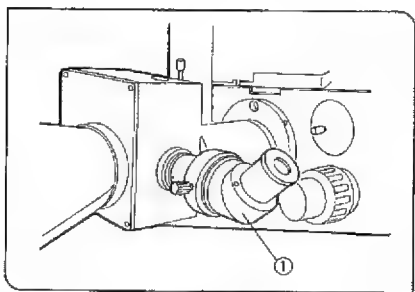

図 108
◎サイドポートに取付けた写真撮影装置のビューワがのぞきにくいとき別売りのV形焦準望遠鏡(U-FTV)①を利用すると便利です。(図108)
- ・U-FTV①の上部を上下にスライドさせて、写真マスクにピントを合わせます。(図108)